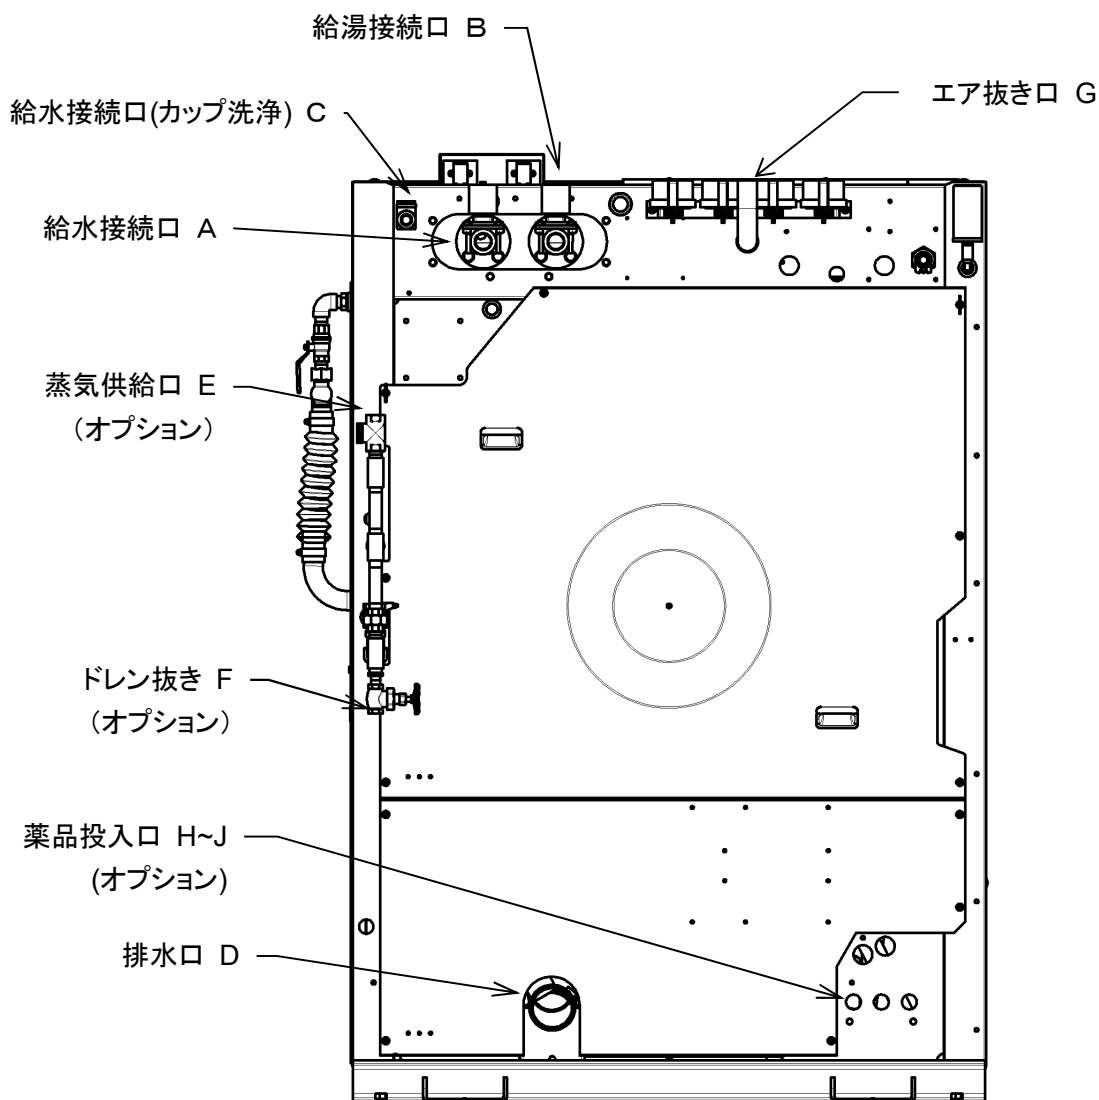

図5-1
- ・ 給水接続口Aに配管を接続します。(図5-1)
- ・ 給湯接続口Bに配管を接続します。(図5-1)
- ・ 給水接続口Cに配管を接続します。(図5-1)
- ・ 排水口 D に配管を接続します。(図5-1)
<ul style="list-style-type: none">電磁弁のトラブルにより、蒸気が本機後部のエア抜き口 G(図5-1)から放出される可能性があります。エア抜き口 G は塞いだり、向きを変えたりしないでください。
- ドレン抜き F にホースを接続しバルブが開放されても蒸気により、人への傷害、本機への損害を招かない場所に配管すること。(図5-1)
- 電磁弁のトラブルにより、蒸気が本機後部のエア抜き口 G(図5-1)から放出される可能性があります。トラブル発生時は速やかに蒸気本管と本機の間に取り付けられた手動オン/オフバルブを閉じ運転を停止してください。また、エア抜き口 G は塞いだり、向きを変えたりしないこと。